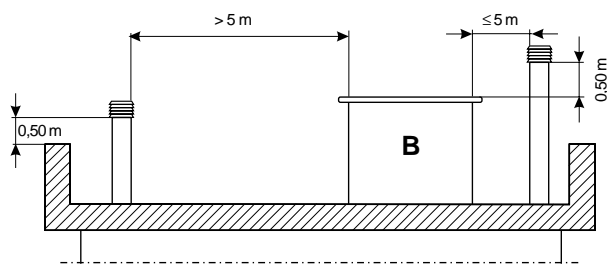

Fig. 5.2.4
• Sur les figures 5.2.4 (TOIT PLAT; **B** Volume technique) et 5.2.5 (TOIT INCLINE; **B** Au-dessus du comble) sont représentées les données du tableau des prescriptions UNI 10683 relatives aux distances et à l'emplacement des cheminées.